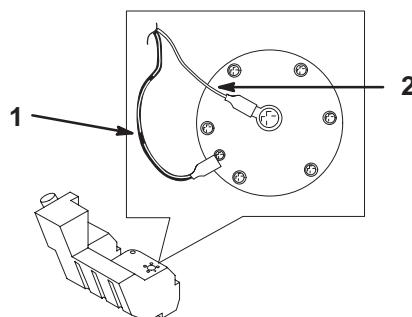

Bild 49
12. Ziehen Sie die beiden Kabel ab, die zur rechten Tankseite führen (Bild 49).
19. Verbinden Sie auf der rechten Seite des Tanks das orangefarbene Kabel mit dem mittleren Pol und das schwarze Kabel mit dem äußeren Pol (Bild 49).